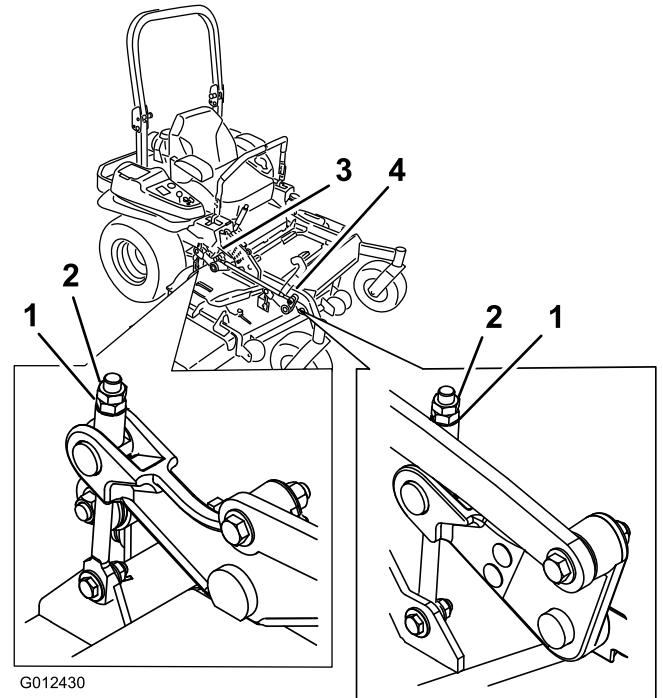

Figure 94
10. Ajustez précisément le serrage de l'écrou de réglage sur l'ensemble de relevage du plateau avant (Figure 94).
16. Ajustez précisément le serrage de l'écrou de réglage sur l'ensemble de relevage du plateau avant (Figure 94).